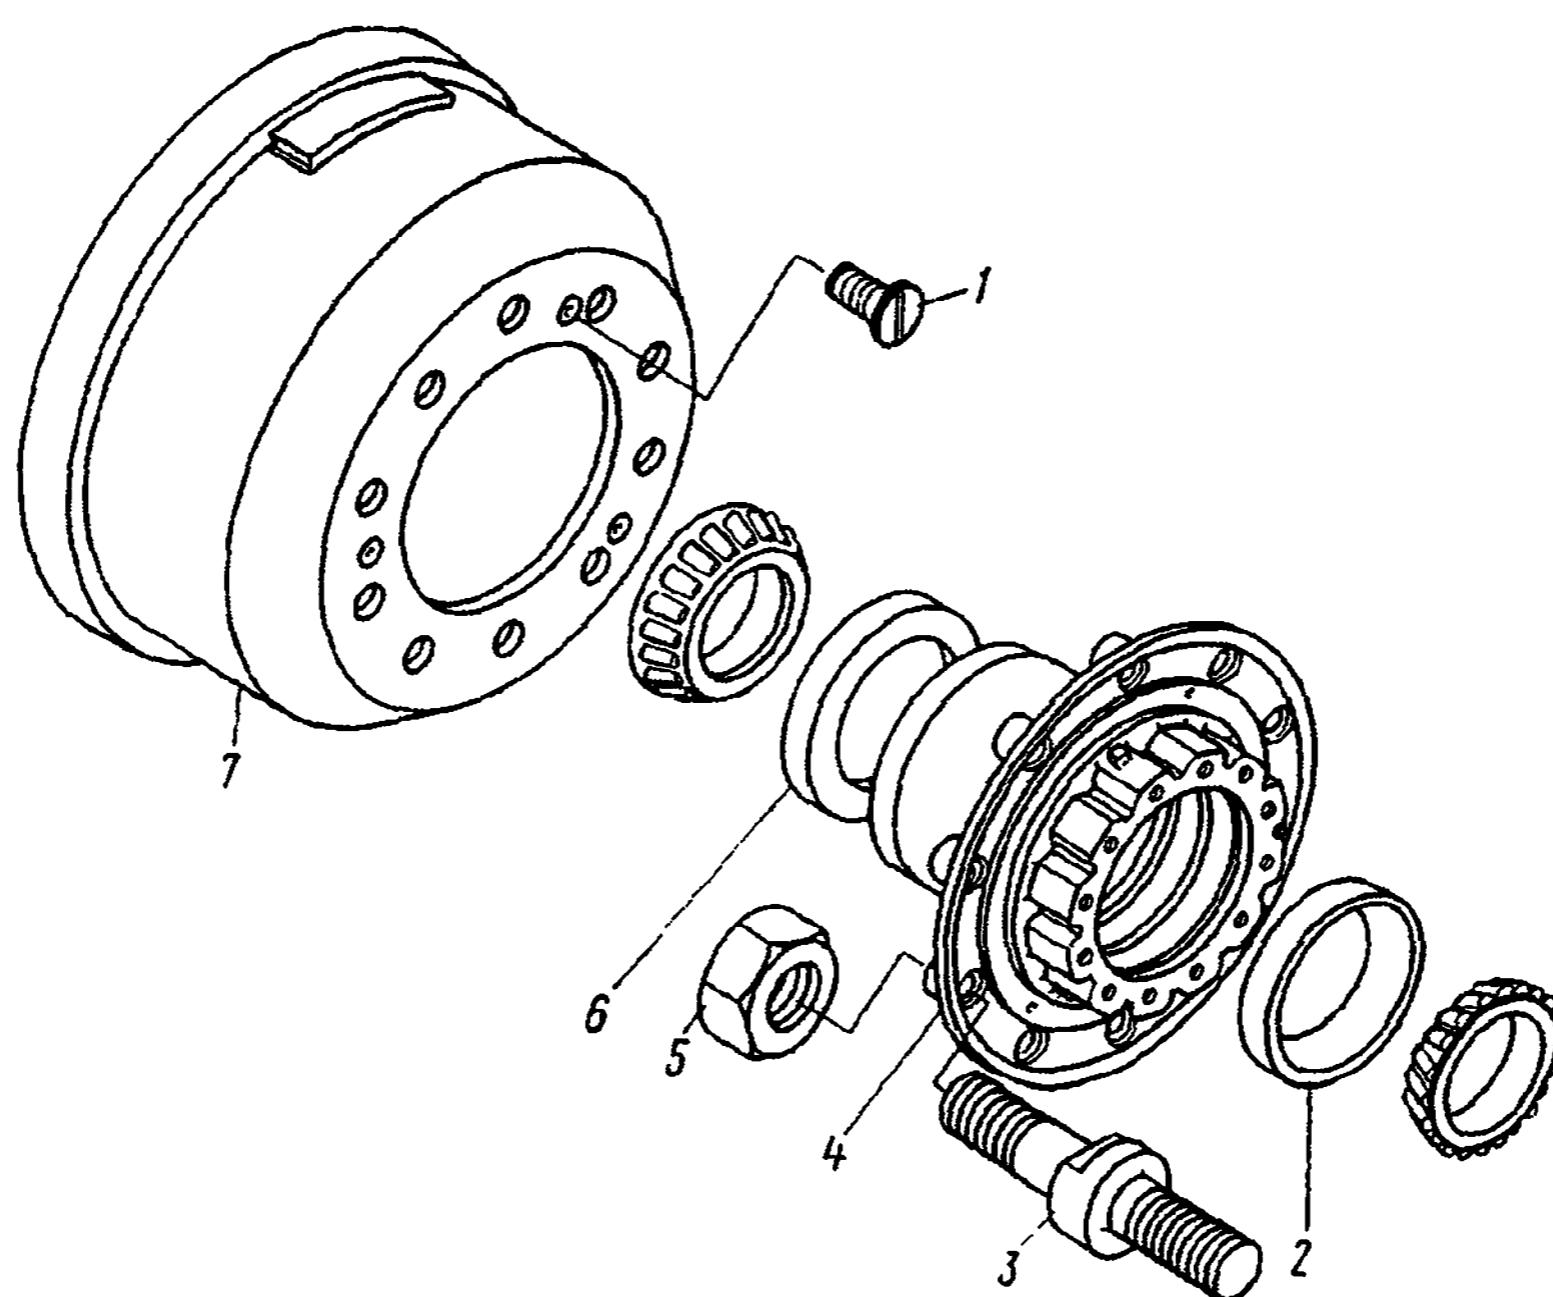
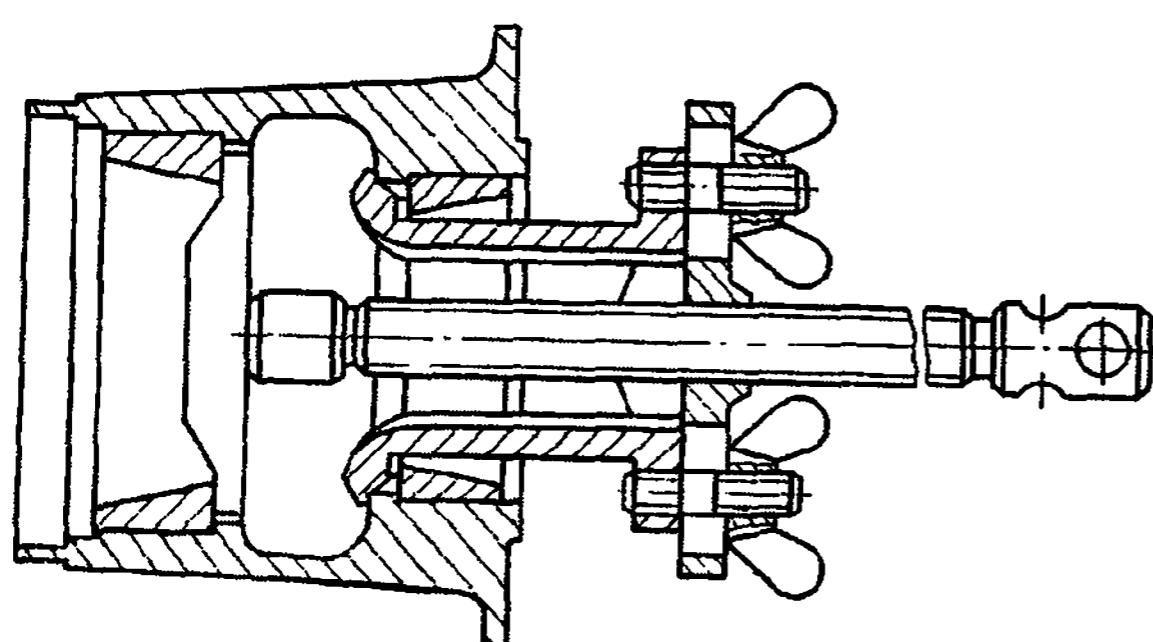

Рис. 239. Ступица с тормозным барабаном:
Рис. 240. Приспособление для выпрессовки наружных колец подшипников ступиц переднего и заднего колес
1. Раскерните и отверните гайки 5 (рис. 239) крепления тормозного барабана и выпрессуйте шпильки 3 из отверстий ступицы колеса	Торцовый ключ 30 мм, молоток, кернер, выколотка
2. Выверните винты 1, снимите тормозной барабан 7 со ступицы 4 3. Приспособлением (рис. 240) выпрессуйте наружные кольца 2 и 6 (см. рис. 239) подшипников ступицы	Отвертка, молоток Приспособление
5. Запрессуйте наружные кольца 2 и 6 (см. рис. 239) подшипников до упора в бурт ступицы	Оправки диаметром 140 мм и 160 мм, молоток